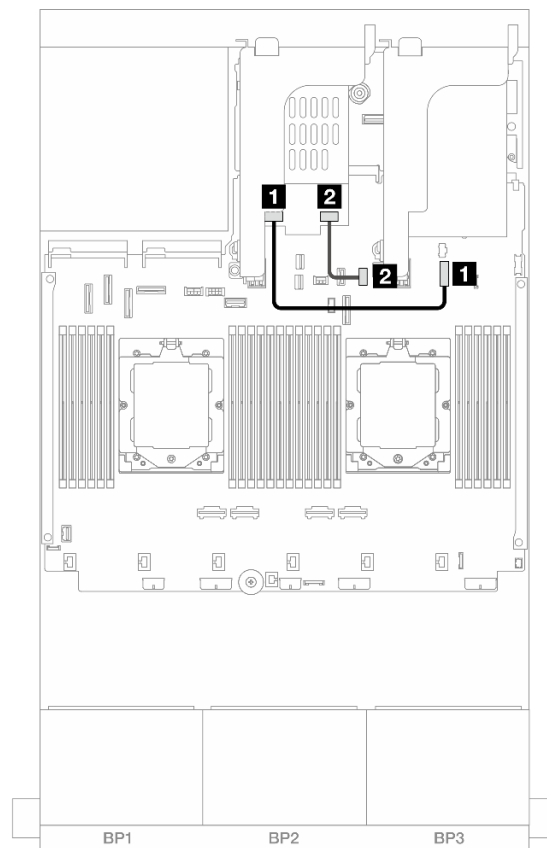

Figure 306. Cheminement des câbles SATA
- Figure 306 « Cheminement des câbles SATA » à la page 328